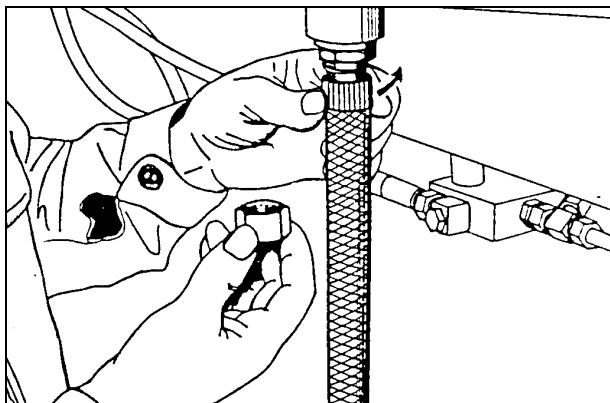

Fig. 2
- ⇒ Purgar los líquidos solamente en los lugares previstos de sistemas descargados de toda presión (Fig. 2).